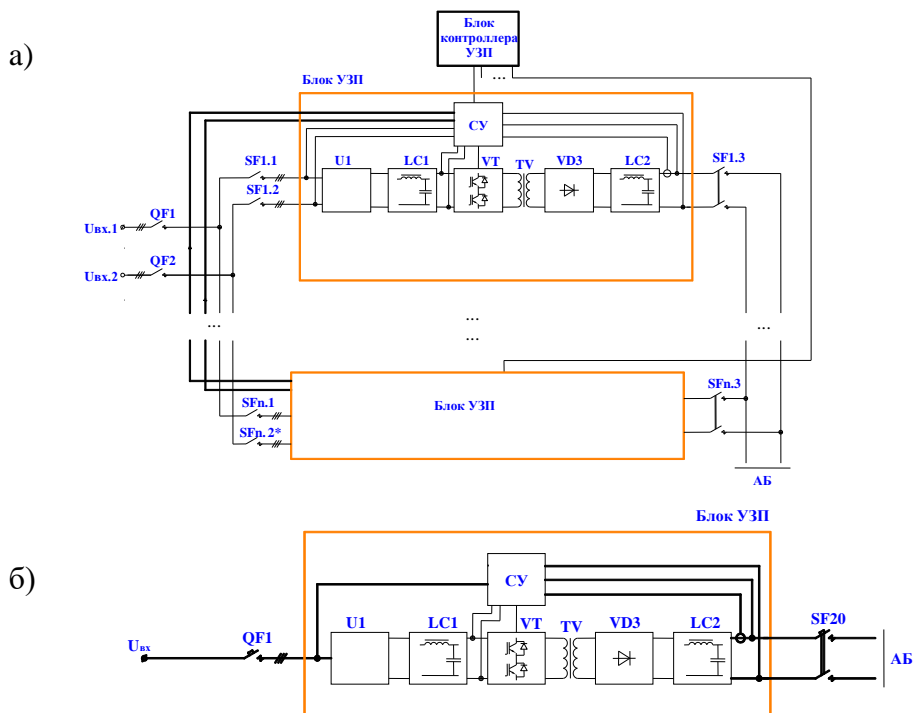

Рис.1 Упрощенная структурная схема устройства УЗП-М (а), УЗП-М-40 с одним вводом (б).
1.3.1. Устройство УЗП-М состоит из модулей-блоков БУЗП-40, которые представляют собой автономный высокочастотный инверторный преобразователь. Упрощенная структурная схема устройства УЗП-М представлена на рис.1.
Устройство УЗП-М включается в работу и отключается тумблером SA1 «Вкл. УЗП» (SA1.1 — для блока подзаряда БУЗП-40), расположенным на передней двери шкафа, и выключателями QF1, QF2 (при наличии) (рис. 1) (QF1.1, QF2.1(при наличии) — для блока подзаряда БУЗП-40).
Включение устройства УЗП-М в работу осуществляется включением выключателей QF1 и QF2 (при наличии) (рис. 1), (QF1.1, QF2.1 (при наличии)—для блока подзаряда БУЗП-40) и тумблером SA1 (SA1.1 —для блока подзаряда БУЗП-40) «Вкл. УЗП».